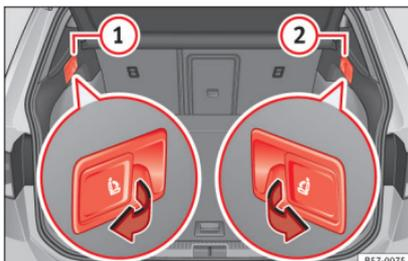

Abb. 141 Im Gepäckraum: Hebel zur Fernentriegelung des linken ① und rechten ② Teils der Rückenlehne
- Ziehen Sie am Hebel zur Fernentriegelung auf der linken » Abb. 141 ① oder der rechten ② Seite der Rückenlehne in Pfeilrichtung. Der entriegelte Teil der Rücksitzbank klappt nun automatisch nach vorn um.